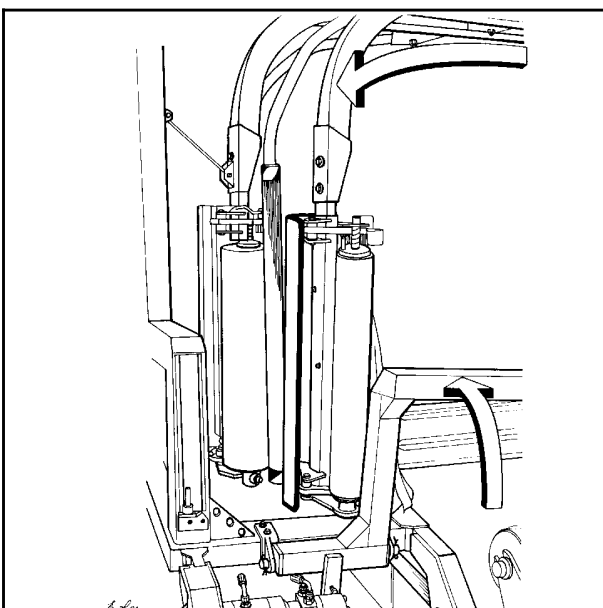
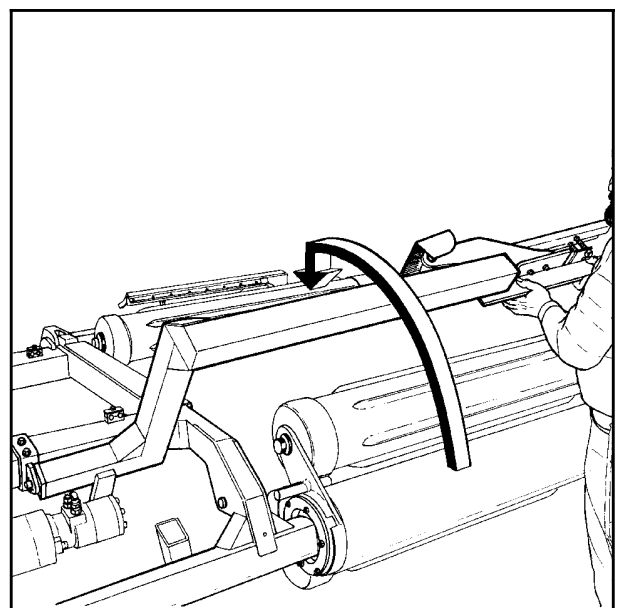

Bild 2-9
Bild 2-10
4. Um die Transportbreite von TWIN-Maschinen zu verringern und gleichzeitig zu verhindern, daß der Zusatzarm während der Fahrt unbeabsichtigt zur Seite ausschwenkt (Siehe Abb. 2.9) jeden Messerbalken in Transportstellung bringen. Dazu den Balken an der Außenseite anheben und mit der Hand nach innen schwenken. Der Messerbalken wird automatisch an der Hinterkante des Aufhängepunktes gesichert, indem er wieder zur Rückseite zurückgelegt wird (Siehe Abb. 2.10).